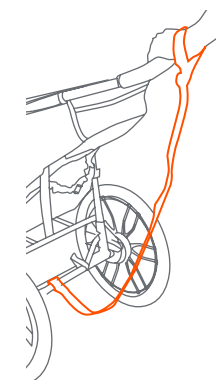

Fig. 19b
- **DRAGONNE DE SÉCURITÉ :** Toujours attacher au poignet la sangle de sécurité en faisant du jogging. Cette sangle retiendra la Poussette, dans le cas où vous tombez à la course (Fig. 19b).